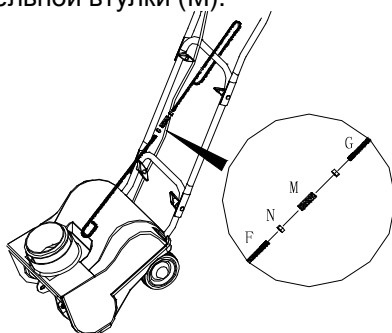

Рис.4
2. Произведите сборку регулировочного рычага разгрузочного желоба (3) (Рис.4) .Соедините стержни (F) и (B) при помощи двух гаек (N) и 1 соединительной втулки (M).